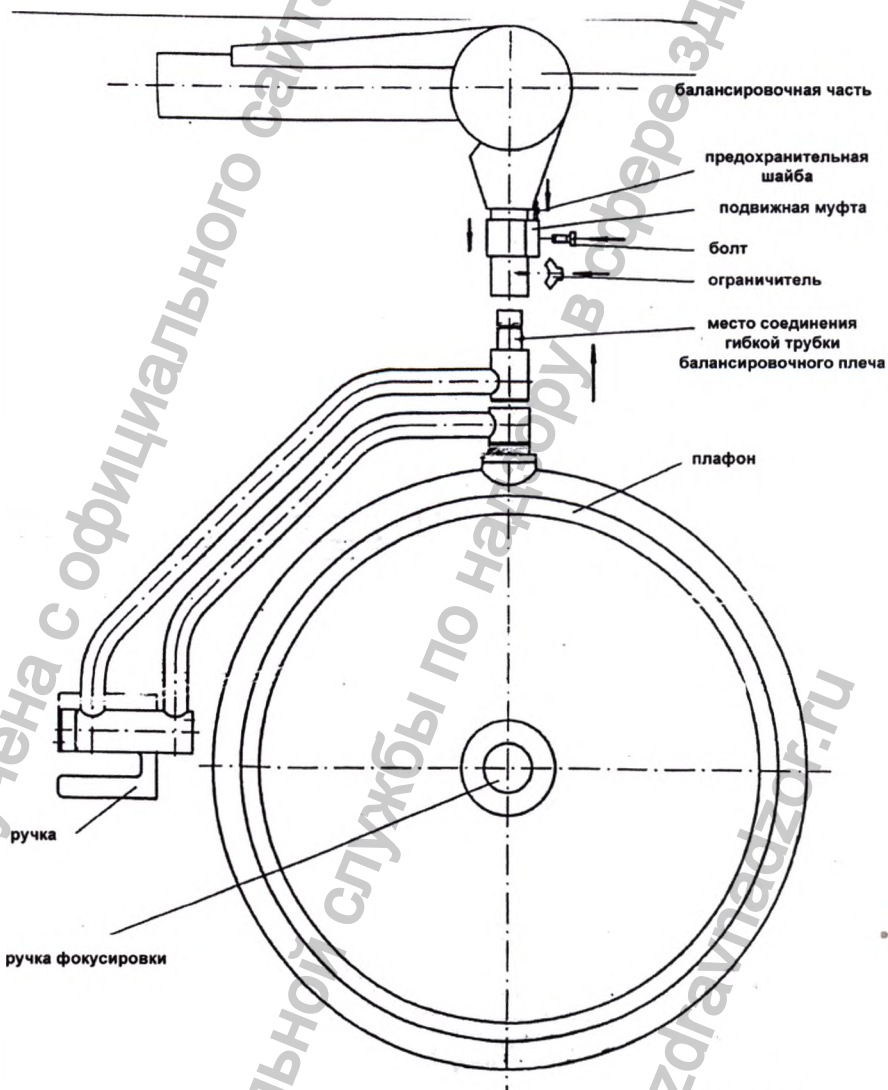

Рис. 14 Плафон
7.2.5 Снимите болты и предохранительные шайбы (см. рисунок 14). Удалите язычок верхней части подвижной муфты, поднимите подвижную муфту вверх и удалите ограничитель.